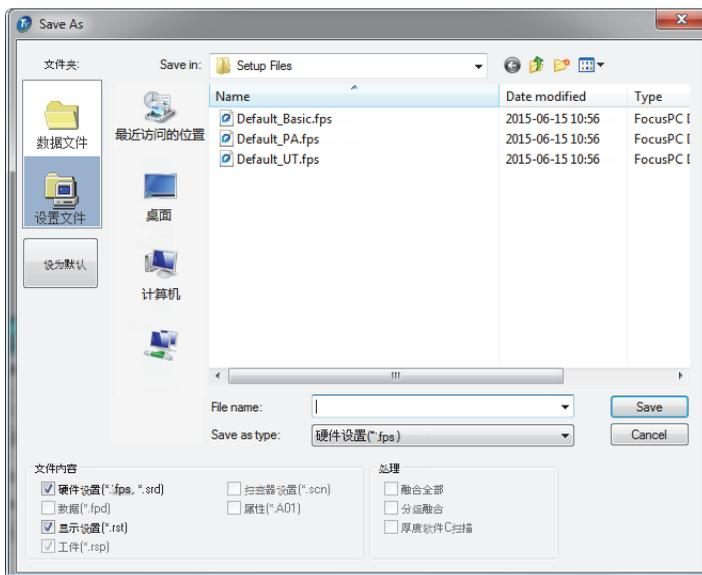

图 4-2 另存为对话框
2. 在出现的**另存为**对话框中（参见第97页的图 4-2），执行以下步骤：